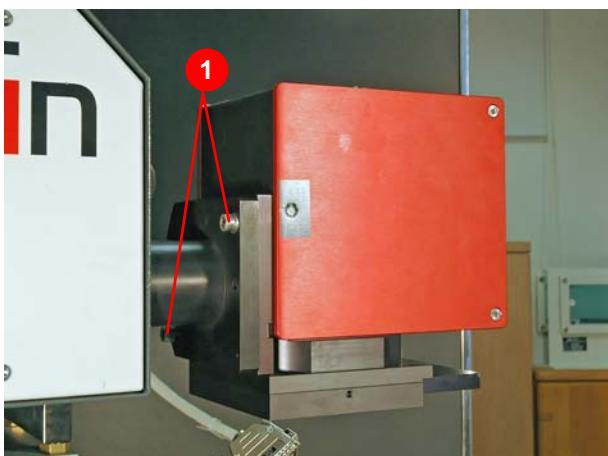

Abbildung 5.2 Galvokopf demontieren
2. Befestigungsschrauben (1) (Abbildung 5.2) lösen.